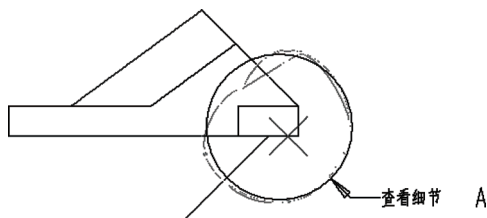

图 14-29 绘制样条曲线
STEP 04 围绕新选择的中心点绘制样条曲线，系统会自动拟合样条曲线为圆形，单击鼠标中键，完成拟合样条曲线的绘制，如图 14-29 所示。